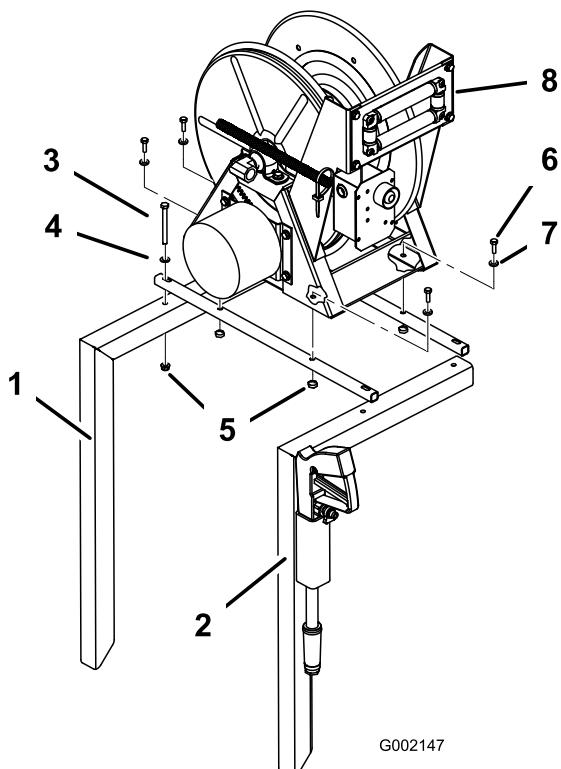

Figure 5
5. Fixez les 2 tubes de montage du dévidoir aux cadres du dévidoir (Figure 5) avec 4 boulons (5/16 x 3-1/4"), 4 rondelles (dia. ext. 11/16") et 4 écrous à embase (5/16 pouce). Ne serrez pas complètement les fixations pour permettre un ajustement ultérieur.
6. Fixez l'ensemble dévidoir aux tubes de montage (Figure 5) avec 4 boulons à embase (5/16 x 1-1/2"), 4 rondelles (7/8" dia. ext.) et 4 écrous à embase (5/16 pouce). Ne serrez pas complètement les fixations pour permettre un ajustement ultérieur.